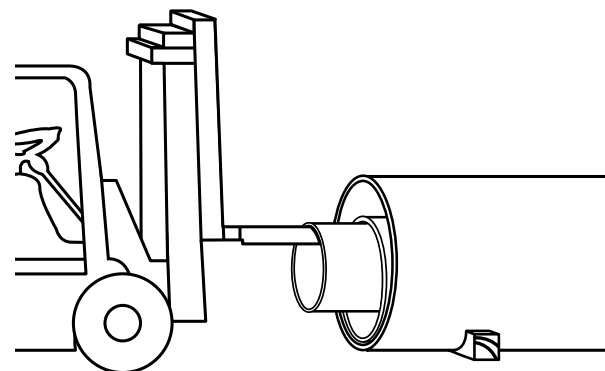

Figura 2-7 Extragerea conductelor se face cu o grindă mansonată montată pe motostivuitoare
- 4** Îndepărtarea ambalajului și extragerea conductelor din interior se execută cel mai bine la o stație de extragere. Înăuntrul conductelor, începând cu dimensiunea cea mai mică, se poate scoate prin ridicare ușoară, inserând o grindă mansonată pentru a susține tronsonul și a-l scoate fără a prejudicia celelalte conducte (**Figura 2-7**). Dacă greutatea, lungimea și/sau limitele echipamentului nu permit utilizarea acestei metode, fiecare proiect va recomanda procedurile de scoatere a conductelor din interior.